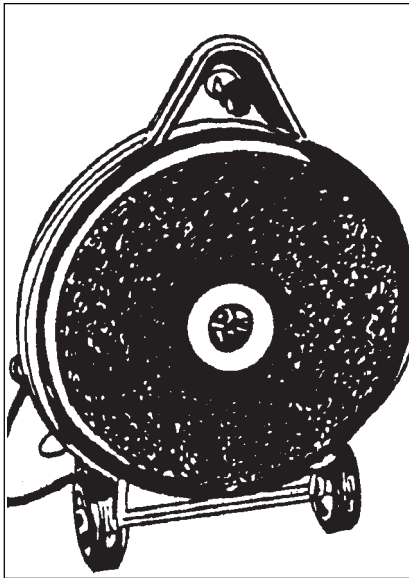

Figure 2
3. Position the handle on the floor, so that the machine is laying on its back. See Figure 2.
2. Coucher la poignée sur le sol, de façon à ce que la face inférieure de la machine soit visible. Voir figure 2.